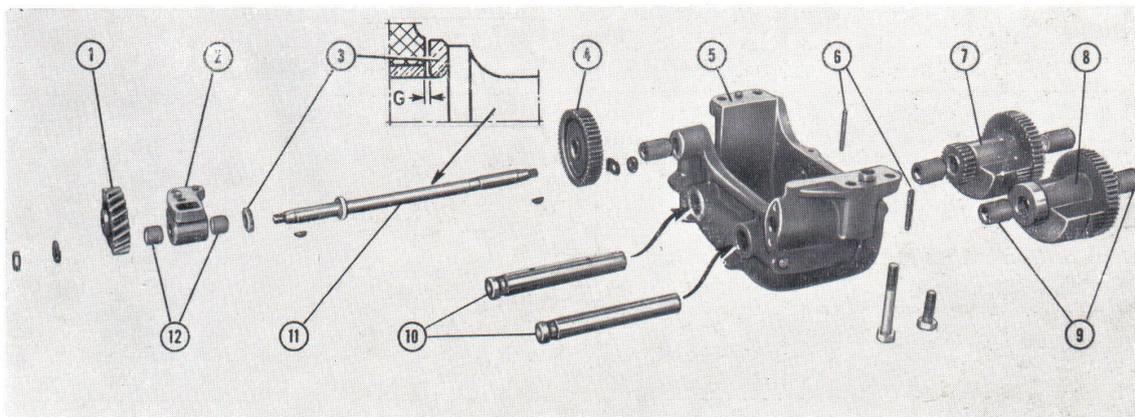

Fig. 42 - Parti smontate dell'equilibratore a masse controrotanti.
Lo smontaggio nelle singole parti non richiede che la disponibilità di un'attrezzatura generica; occorre però avere molta cura, specie nell'estrazione degli ingranaggi (1 e 4, fig. 42) dall'albero di comando (11), al fine di evitare che battendo sull'estremità filettate si danneggino.
*Il montaggio delle spine elastiche dev'essere eseguito in modo che i tagli siano orientati nella direzione della forza o nel piano della coppa che le sollecita. L'albero di comando, a montaggio effettuato, deve avere un giuoco assiale (**G**) di $0,1 \div 0,3$ mm; qualora non corrisponda, variare la rosetta (3, fig. 42) scegliendo lo spessore adatto fra quelli indicati in tabella a pag. 26. Nel montaggio lo smusso della rosetta dev'essere rivolto verso lo spallamento dell'albero.*
A e B. Segno di riferimento da far coincidere nel montaggio degli ingranaggi. - C. Segno sull'ingranaggio da far coincidere col bordo del supporto nel riattacco del dispositivo al motore. - (Per il significato dei riferimenti 1-4-5-7-8-11 ved. fig. 42)
| Dadi fissaggio ingranaggi (1 e 4 fig. 42) all'albero di comando (11) . . | 6 ÷ 6,7 | kgm |